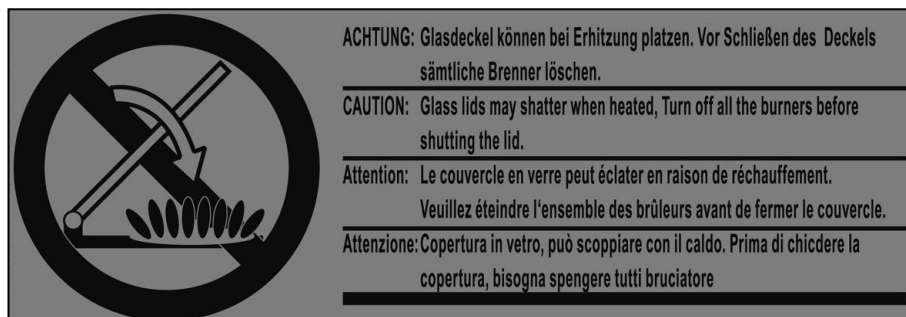

Fig. 126 Autocollant sur le réchaud
- Ne pas fermer le recouvrement du réchaud à gaz pendant que celui-ci est en marche. Sinon le recouvrement du réchaud à gaz risque de se fendre. Observer ce qui est écrit sur l'autocollant (Fig. 126).